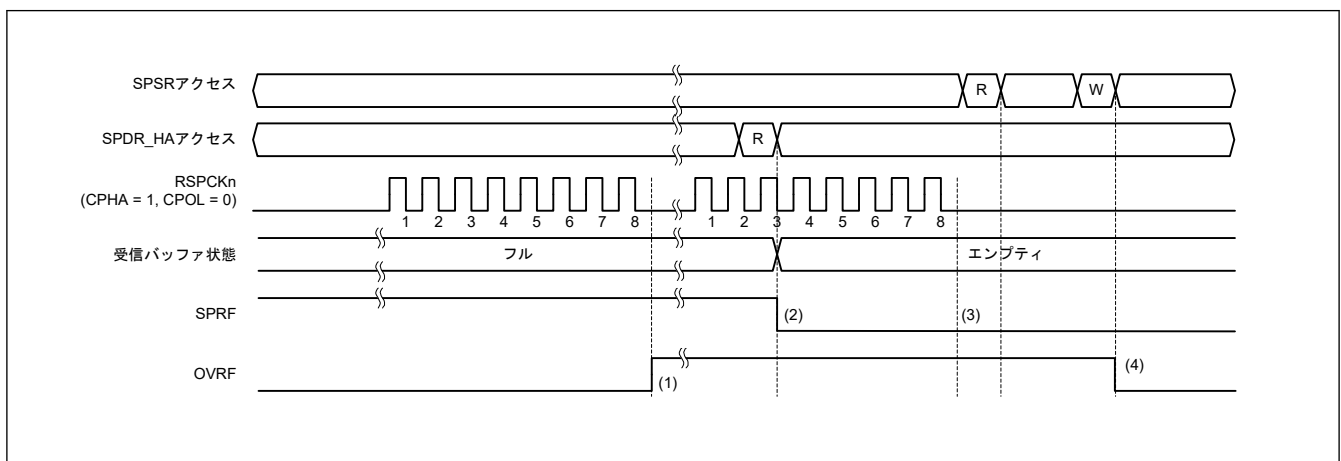

図 26.26 OVRF フラグおよび SPRF フラグの動作例
図 26.26 に、SPSR.OVRF フラグと SPRF フラグの動作例を示します。図 26.26 に記載した SPSR アクセスと SPDR\_HA アクセスは、それぞれ SPSR、SPDR\_HA レジスタへのアクセス状況を示しています。W は書き込みサイクル、R は読み出しサイクルを示しています。この例では、SPCMD0.CPHA ビットが 1、SPCMD0.CPOL ビットが 0 の設定で、SPI が 8 ビットのシリアル転送を実行しています。RSPCKn 波形の下に記載した数字は、RSPCK サイクル数 (= 転送ビット数) を示しています。
以下に、図 26.26 の (1)～(4) に示したタイミングでのフラグの動作内容を説明します。